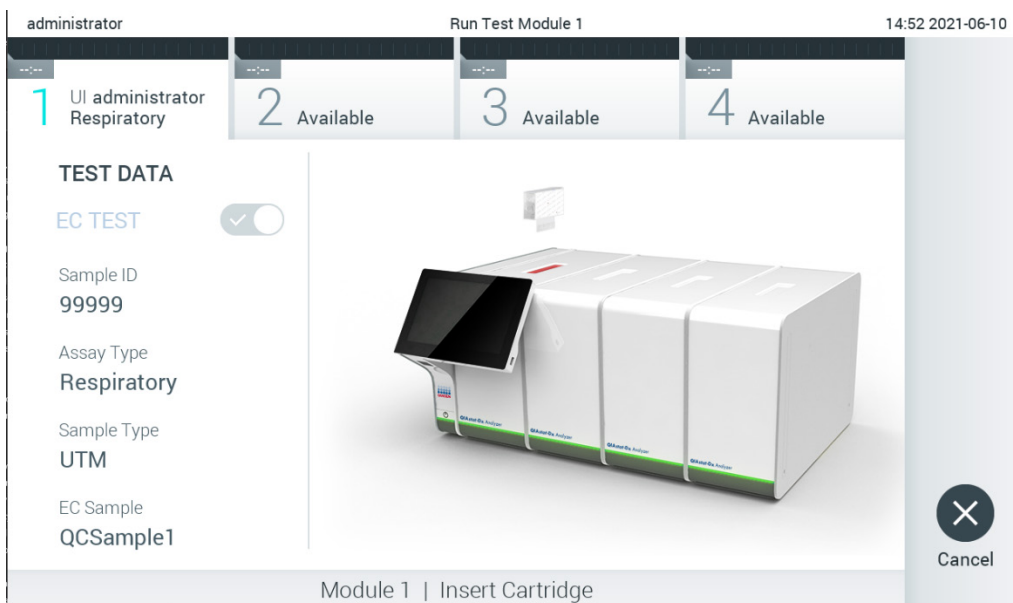

Рис. 94. Вставлення картриджа для аналізу КВІАстат-ДКс (QIAstat-Dx) в аналізатор КВІАстат-ДКс (QIAstat-Dx) 1.0.
9. Переконайтеся, що кришки для зразків порту для тампону й головного порту картриджа для аналізу КВІАстат-ДКс (QIAstat-Dx) щільно закриті. Коли вхідний порт картриджа у верхній частині аналізатора КВІАстат-ДКс (QIAstat-Dx) 1.0 автоматично відкриється, вставте картридж для аналізу КВІАстат-ДКс (QIAstat-Dx) штрих-кодом уліво, а реакційними камерами вправо (рис. 94).